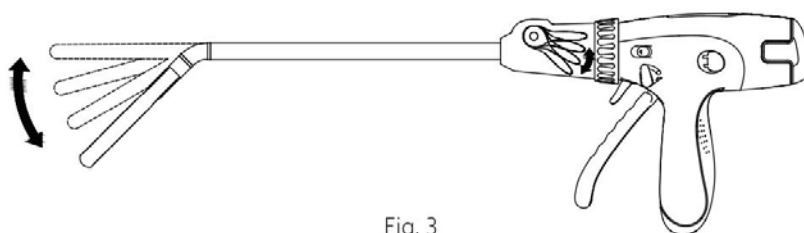

Fig. 3
(Ver fig. 3)
1. Abra el embalaje para sacar el paquete de plástico de papel y verifique si es perfecto. Si es así, saque la grapadora y los accesorios del paquete. Gire la perilla de ajuste en sentido contrario a las agujas del reloj y retire el yunque y la placa de soporte de grapas. Fig. 3
1.2 Grapadora: La rotación de la mandíbula se ajusta tirando de la perilla de ajuste para familiarizarse con la rotación del instrumento (Fig.3). La mandíbula se puede girar en un ángulo máximo de 60 grados, cuando la fuerza de rotación aumenta la indican el final del arco giratorio. Suelte la perilla de ajuste para bloquear la mandíbula. Hay cuatro posiciones de tope para ajustar la perilla a 15, 30, 45 y 60 grados, las mordazas también se bloquearán a aproximadamente 15, 30, 45 y 60 grados. Para hacer que la mandíbula vuelva a la posición de línea recta, tire de la perilla de ajuste a la posición inicial, de modo que la mandíbula vuelva.